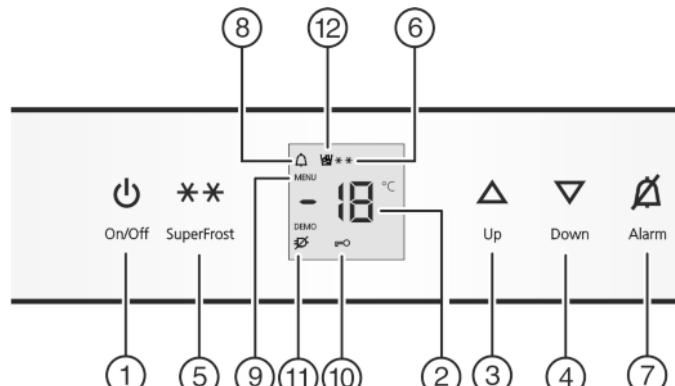

Fig. 2
- nospiediet pogu On/Off Fig. 2 (1).
► Regulēšanas režīma ieslēgšana: Apmēram 5 sekundes turiet nospiestu pogu SuperFrost Fig. 2 (5).
- Iedegas simbols Menu Fig. 2 (9).
- Uz brīdi nospiediet pogu SuperFrost Fig. 2 (5).
- Lai ieslēgtu aizslēgu pret bērnu piekļūšanu, ūsi nospiediet pogu SuperFrost Fig. 2 (5).
- Iedegas simbols Aizslēgs pret bērnu piekļūšanu Fig. 2 (10). Indikatorā mirgo .
- Lai izslēgtu aizslēgu pret bērnu piekļūšanu, ūsi nospiediet pogu SuperFrost Fig. 2 (5).
- Simbols Aizslēgs pret bērnu piekļūšanu Fig. 2 (10) nodziest. Indikatorā mirgo .
- Regulēšanas režīma izslēgšana: nospiediet pogu On/Off Fig. 2 (1).
- Nospiediet pogu Alarm Fig. 2 (7).
Vienlaicīgi mirgo temperatūras indikators un Simbols Brīdinājums Fig. 2 (8).
Skaņas brīdinājuma signāls automātiski aplust, Simbols Trauksme Fig. 2 (8) izdziest un temperatūras norāde pārstāj mirgot, ja temperatūra atkal ir pietiekoši zema.
- ▶ Augstākas temperatūras iestatīšana: Nospiediet pogu Up Fig. 2 (3).
- ▶ Zemākas temperatūras iestatīšana: Nospiediet pogu Down Fig. 2 (4).